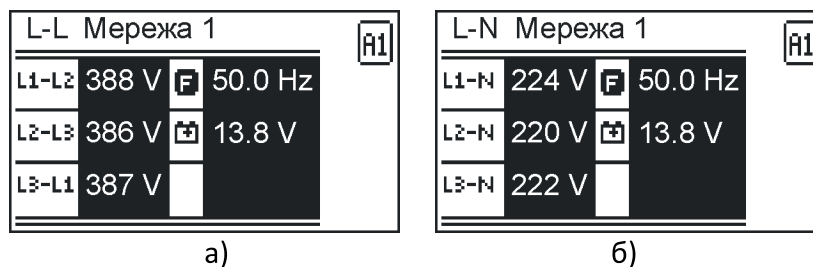

Рис. 5.5 – Стартовий екран головної сторінки індикації після увімкнення контролера:
Після ініціалізації контролера відображається головна сторінка індикації з вимірюваннями параметрів Мережі 1 (рис. 5.5). Під час першого увімкнення контролер переходить у режим «АВТО 1» (п. 5.7.2.1), а під час наступних увімкнень буде встановлено останній обраний режим роботи.
5.6.2 Вигляд головної сторінки індикації залежить від обраної конфігурації контролера (рис. 5.5).